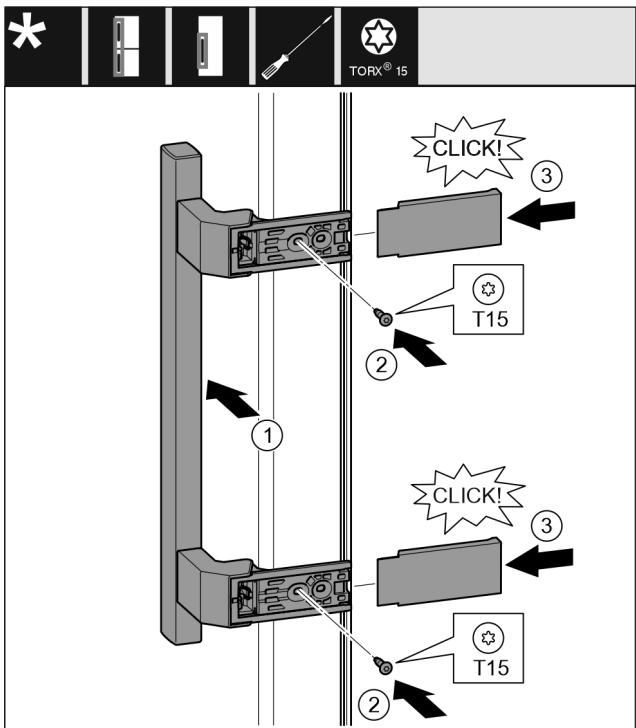

Fig. 18
- Ročaj namestite na nasprotno stran. Fig. 18 (1)
- Trdno privijte vijake z izvijačem T15. Fig. 18 (2)
- Pokrove pristavite ob strani in potisnite gor. Fig. 18 (3)